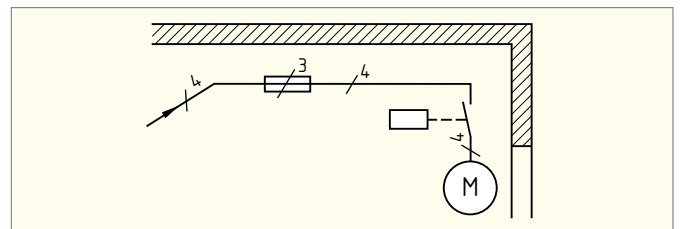

Bild 5: Anordnungsplan, Installationszeichnung
**Anordnungspläne** zeigen die räumliche Lage z. B. der Komponenten einer elektrischen Installation (**Installationszeichnung**, ► Bild 5). Die Verbindungslinien zeigen, wie die Komponenten miteinander verbunden sind. Dabei werden die tatsächlichen Verdrahtungswege eingezeichnet. Die Darstellung der Stromkreise erfolgt meist einpolig.